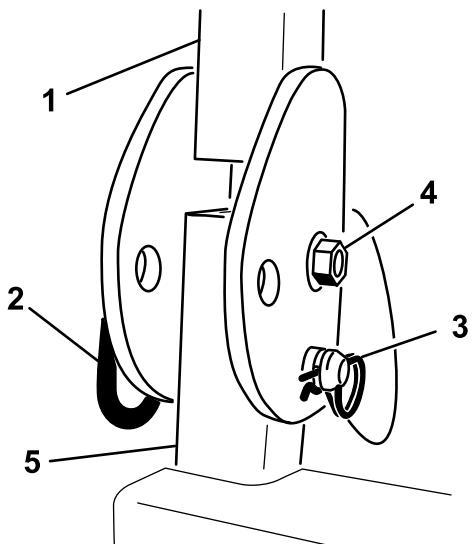

Figura 31
11. Coloque el conjunto del ROPS sobre los postes del ROPS. Instale el perno, la tuerca, el pasador de horquilla y la chaveta que sujetan cada conjunto ROPS a los postes del ROPS (Figura 31).